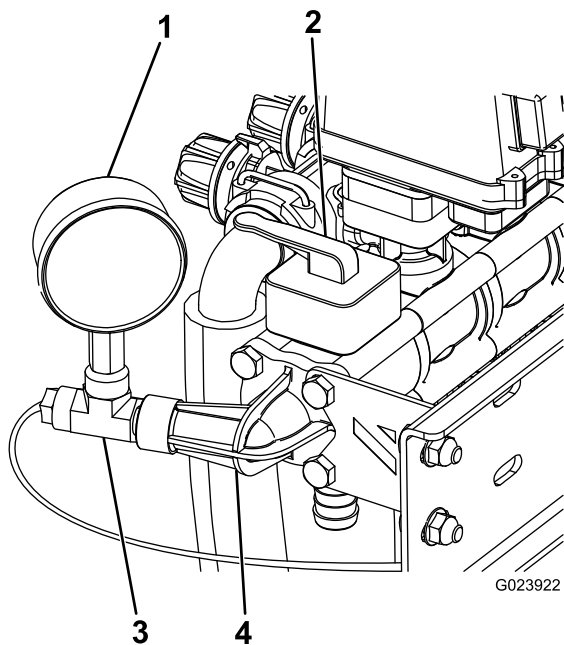

図 10
4. 長いボルト4本を使用して、Oリング、新しいコントロールバルブ、先ほど外した水圧計ポート、それにスタビライジング・ブラケットを取り付ける；図 10を参照。
5. T字フィッティングを水圧計ポートに接続する (図 10)。
6. 水圧計をT字フィッティングに接続する (図 10)。